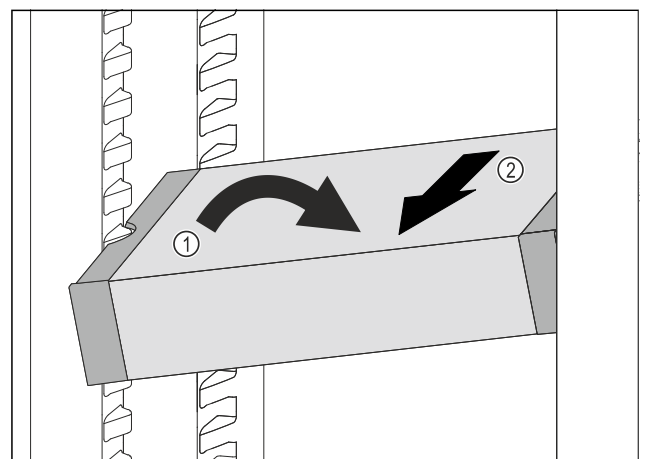

Fig. 173
- ▶ VarioSafe im Kühlteil schräg stellen. Fig. 173 (1)
- ▶ VarioSafe nach vorne entnehmen. Fig. 173 (2)